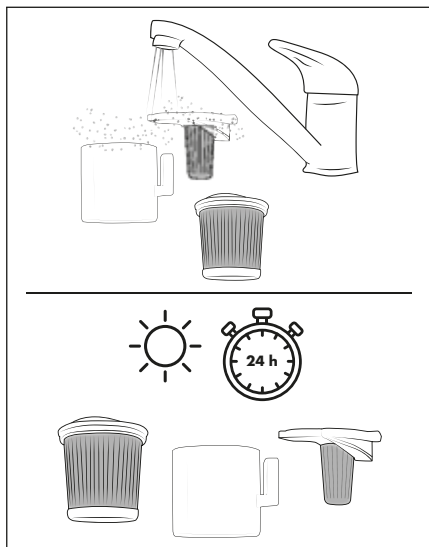

Abb. 18
- 5) Clătiți recipientul cu filtru HEPA **5**, filtrul HEPA **4** și filtrul din oțel inoxidabil **6** cu apă rece sau caldă. Lăsați recipientul cu filtru HEPA **5**, filtrul HEPA **4** și filtrul din oțel inoxidabil **6** să se usuce complet la aer liber înainte de a le introduce din nou în recipientul de praf **7** (a se vedea fig. 18).